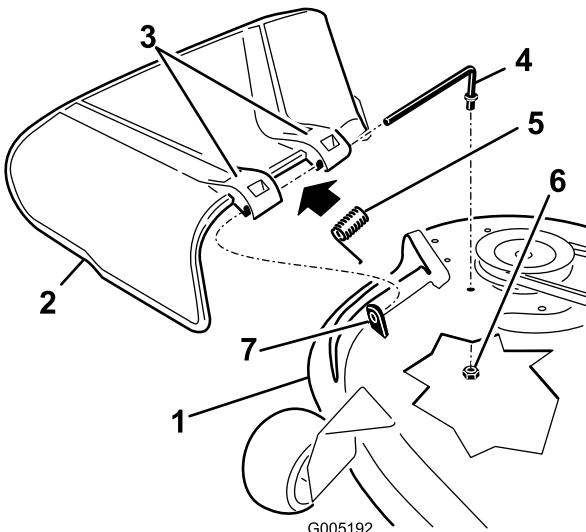

Figura 57
2. Retire la tuerca (9,5 mm) de la varilla (debajo del cortacésped) (Figura 57).
3. Retire la varilla del espacio corto, del muelle y del deflector de hierba (Figura 57). Retire el deflector de hierba dañado o desgastado.
4. Vuelva a colocar el deflector de hierba (Figura 57).
6. Coloque el muelle sobre la varilla, con los extremos de los alambres hacia abajo, y entre los soportes del deflector de hierba. Deslice la varilla por el segundo soporte del deflector de hierba (Figura 57).
7. Introduzca la varilla, en la parte delantera del deflector de hierba, por el espacio corto de la plataforma. Fije el extremo trasero de la varilla en el cortacésped con una tuerca (9,5 mm) (Figura 57).
1. Localice los elementos mostrados en la Figura 57.